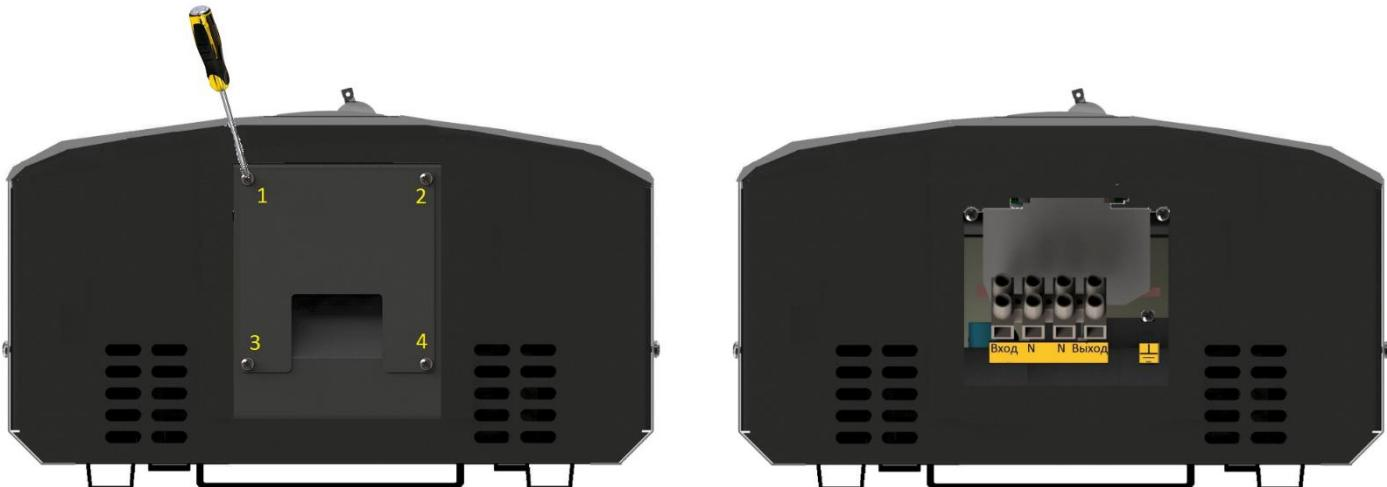

Рисунок 11. Схема зняття захисної кришки знизу корпусу стабілізатора
2. За допомогою викрутки відкрутити 4 гвинти захисної кришки з нижньої частини стабілізатора для доступу до клемної колодці (див . рисунок 11).